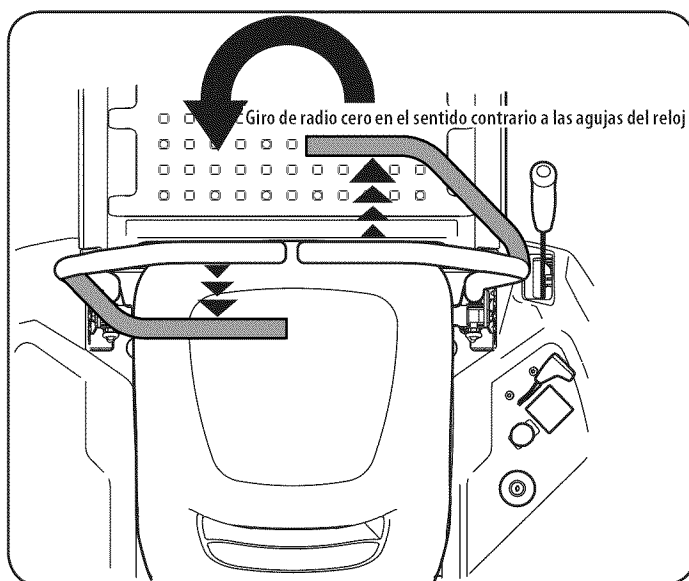

Figura 20
3. Para girar en sentido contrario a las agujas del reloj, mueva la palanca de control del lado derecho hacia adelante mientras mueve simultáneamente la palanca de control izquierda hacia atrás. Vea la Figura 20.